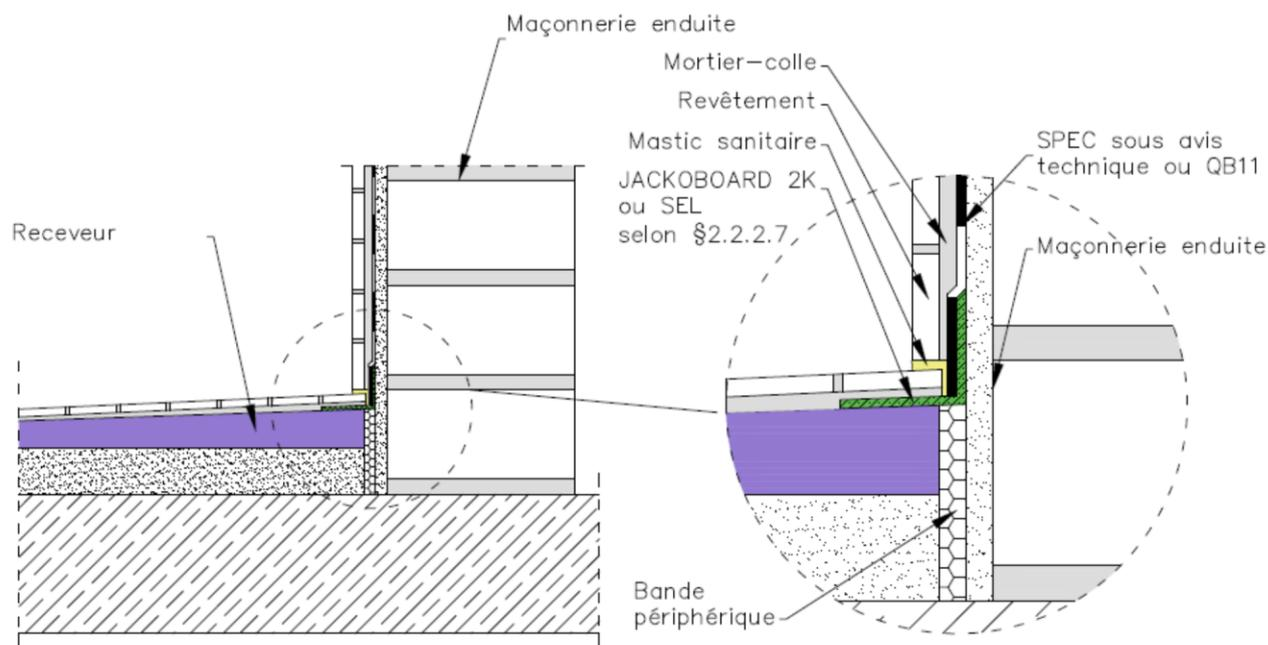

Figure 10- Traitement périphérique
2.4.3. Traitement des points singuliers (figure 10)